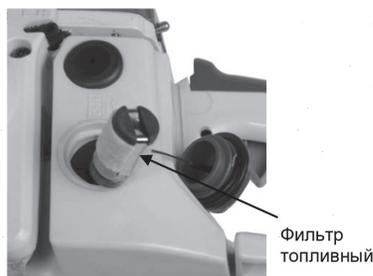

Рис. 33
3. Согните кусок мягкого провода в виде небольшого крючка. Зацепите крючком топливный шланг с фильтром и вытяните через заливную горловину топливный фильтр (рис. 33).